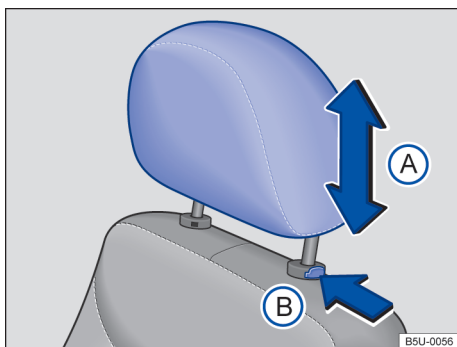

Fig. 61 Apoio para cabeça traseiros: ajustar.
- Empurrar o apoio para cabeça para cima ou para baixo na direção da seta → Fig. 61 (A) → ⚠ em *Introdução ao tema* na página 71.